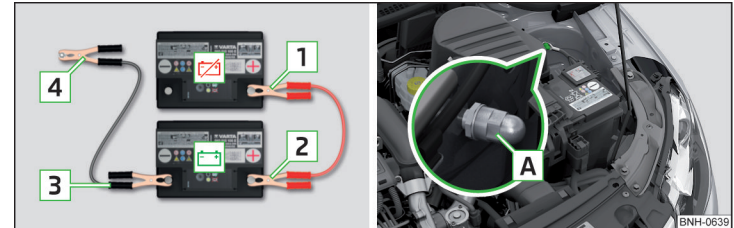

Abb. 244 Starthilfe: 🚗 - entladene Batterie, 🚗 - stromgebende Batterie / Massepunkt des Motors beim START-STOPP-System
- Bei Fahrzeugen **mit** dem START-STOPP-System die Klemme **4** am Massepunkt des Motors **A** befestigen » Abb. 244.